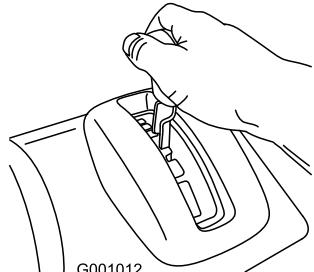

Figura 6
- Coloque el selector de velocidades en la posición deseada de avance, asegurándose de que se bloquea en la muesca (Figura 6).